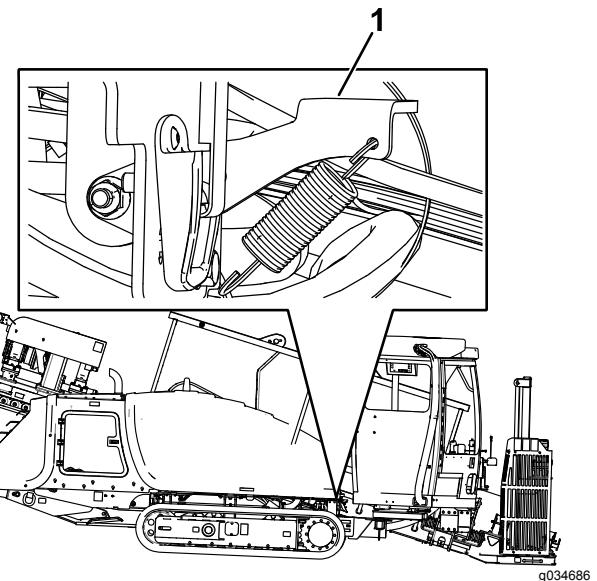
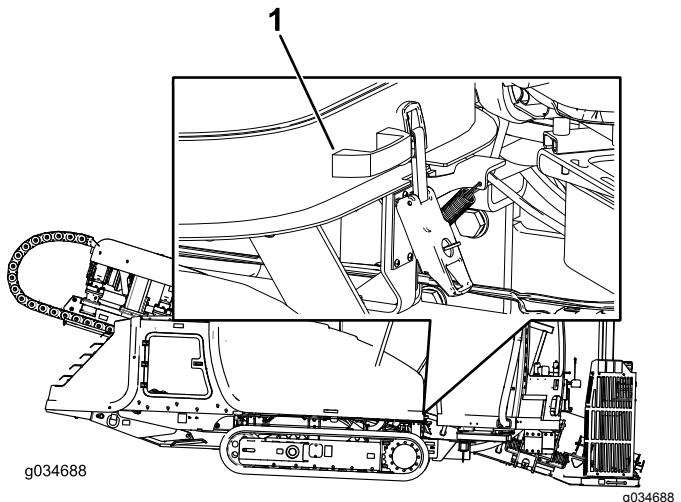

Figura 70
Figura 71
3. Puxe a trava do capô como mostrado na Figura 70.
4. Mantendo a trava do capô (Figura 70) para cima, levante o capo segurando na alça, como mostrado na Figura 71.